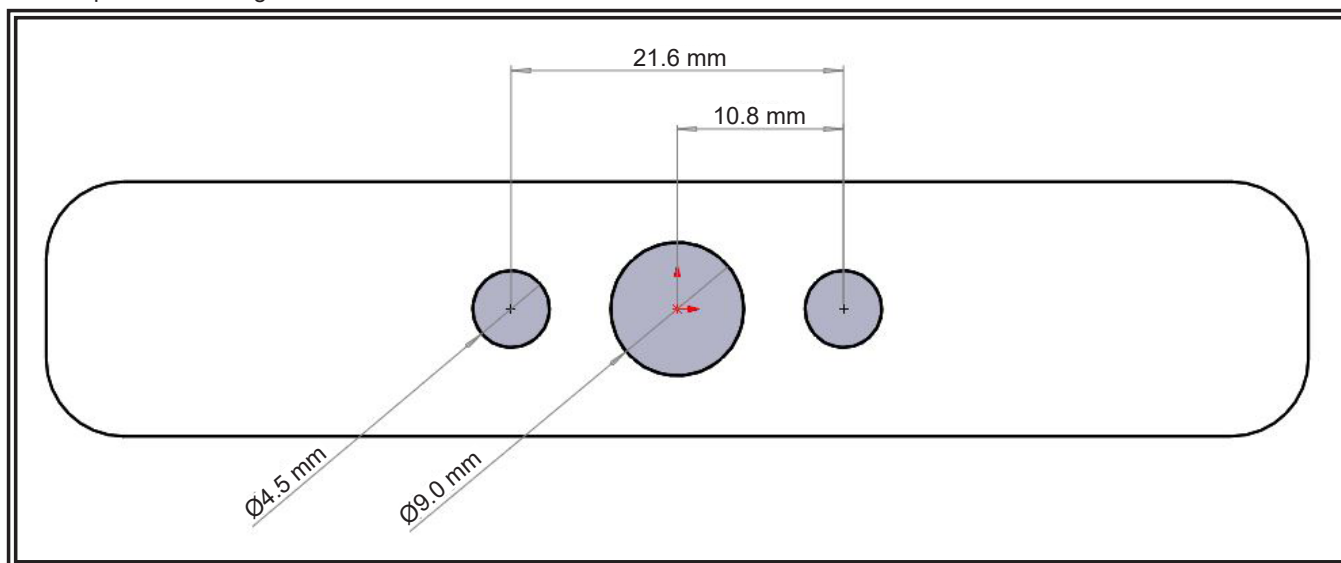

Figure 5
Étape 2 En utilisant le joint court comme gabarit, marquez deux trous sur une surface de montage plate pour l'insertion de montants, et un troisième trou central pour l'acheminement des câbles. Percez les deux trous dans le montant à l'aide d'un foret de 4,5 mm ou n° 16. Percez le trou central à l'aide d'un foret de 9 mm ou d'un foret en T. Voir la Figure 5.